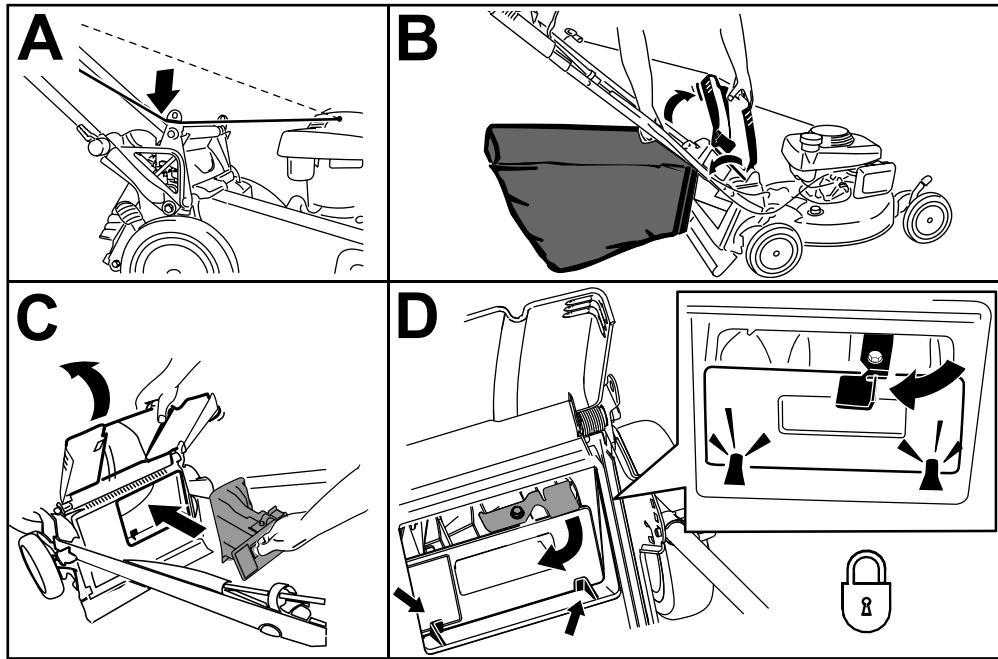

Рисунок 23
- Проложите трос стартера вокруг нижней направляющей троса (вид А на Рисунок 23).
- Поднимите вверх и удерживайте в верхнем положении задний дефлектор, поднимите травосборник вверх за рукоятку, вынув его из выемок в кронштейнах рукоятки (вид В на Рисунок 23).
- Установите заднюю заглушку (вид С на Рисунок 23).
**Внимание:** Убедитесь, что задняя заглушка зафиксирована на месте. Чтобы зафиксировать заглушку, нажмите на нее с достаточным усилием, чтобы она защелкнулась на месте за выступами, затем поверните рычаг на заглушке влево (вид D на Рисунок 23).